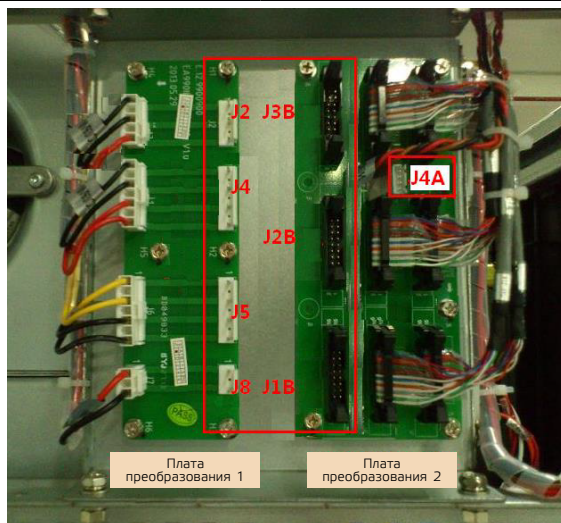

Рис. 3-21: Подключение сигнальных линий ИБП данной серии (400 – 500 кВА)
5. Подключите сигнальный провод. Неподключенный сигнальный провод, расположенный в правой верхней части шкафа выпрямителя, подключается соответственно к плате преобразования в левой верхней части шкафа инвертора (см. рисунок 3-21). Соответствие между маркировкой сигнальной линии и соответствующим клеммным выводом приведено в таблице 3-1.